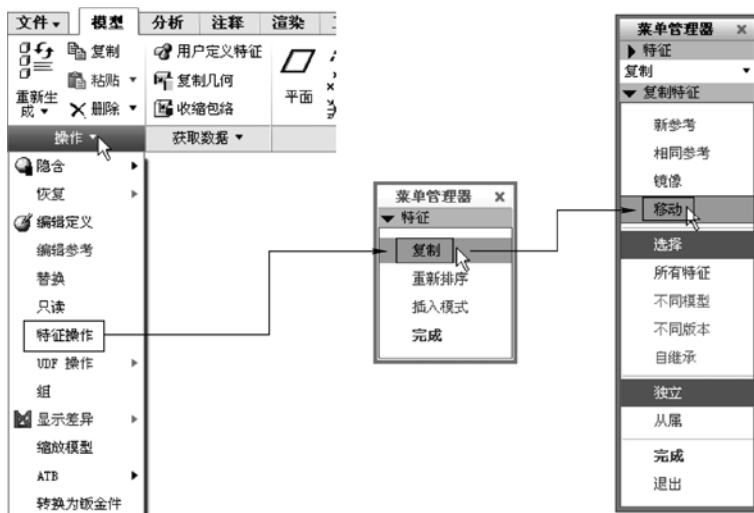

图 5-71 使用复制特征菜单（方式 2）
- 方式 2：利用功能区的“模型”选项卡的“操作”|“特征操作”命令来执行，如图 5-71 所示。